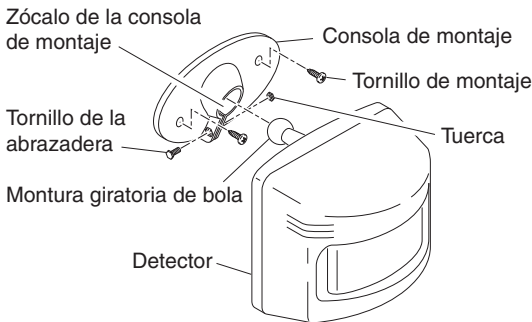

Figura 5 - Instalación del detector de movimiento
1. Instale la consola de montaje del detector en donde se necesite detectar movimiento. Acople esta consola de montaje a un objeto robusto (*ejemplo*: árbol, poste, casa, etc.) usando los dos tornillos provistos (vea Figura 5). Asegúrese que la unidad no tenga obstrucciones en su línea de mira. **Nota:** Si monta la consola a una superficie curva, acóplela verticalmente.
2. Instale el detector de movimiento a la consola de montaje. Usando un destornillador cabeza Philips, afloje el tornillo de la abrazadera en la consola de montaje. Inserte la montura giratoria de bola del detector en el zócalo de la consola de montaje (*Nota:* Usted debería oír un chasquido -un clic-). Apunte el detector hacia el área que se requiere detectar. Apriete el tornillo de la abrazadera (vea Figura 5).